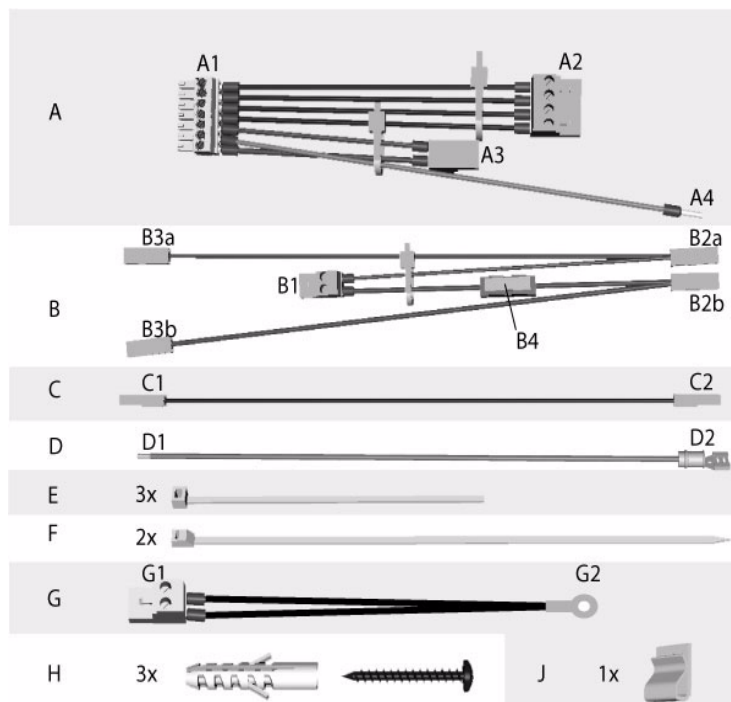

Figura 11 Contenido del kit de accesorios
3. Inserte el soporte **J** (Figura 11) en la parte posterior de la carcasa, de modo que pueda fijar posteriormente los conectores del cable **B** que no se estén utilizando por ahora.
- b. Una los conectores **A3** a la interfaz **DC** (CC) de la fuente de alimentación y los pins **A2** a la interfaz etiquetada como **OK**.